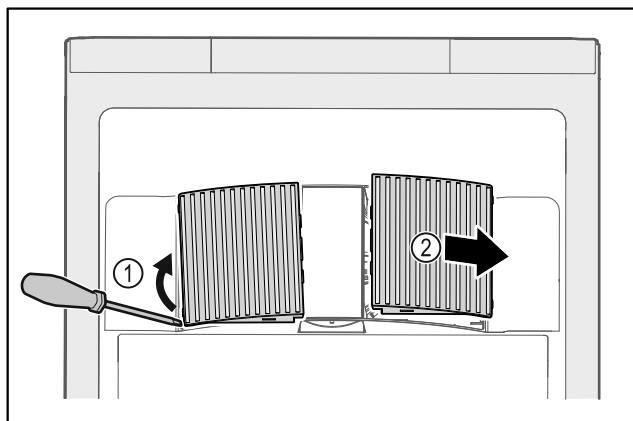

Fig. 234
- ▶ Extraire par un mouvement de levier les caches latéraux Fig. 234 (1) vers l'avant Fig. 234 (2).